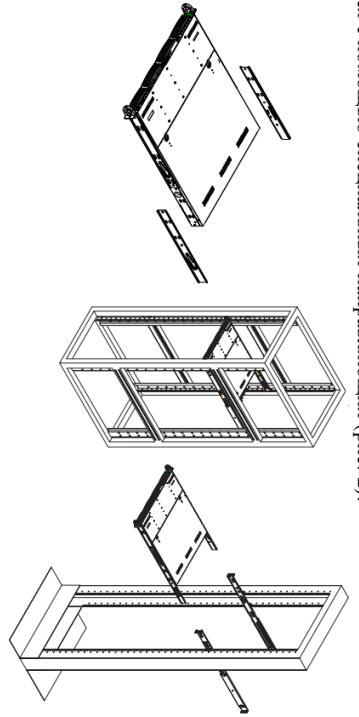

Рисунок 2. Монтаж сервера в стойку.
2.5 Монтаж сервера осуществляется в стандартную стойку 19 дюймов, крепление сервера осуществляется с помощью специальных направляющих (рис. 2):